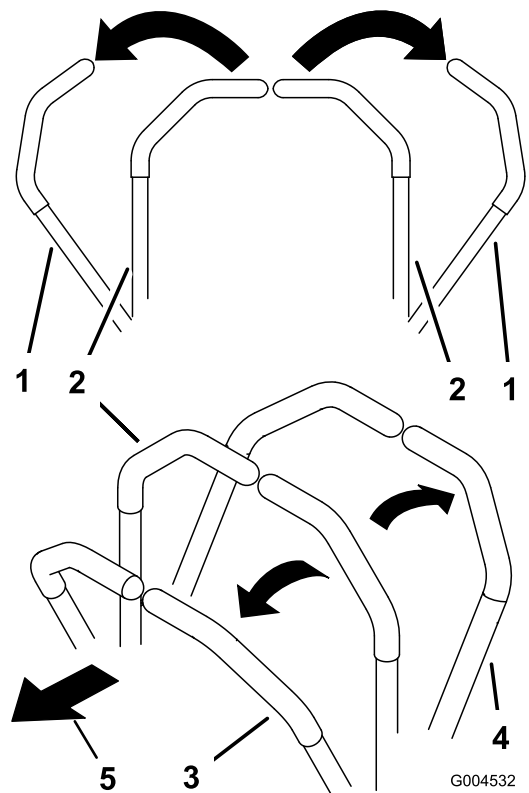
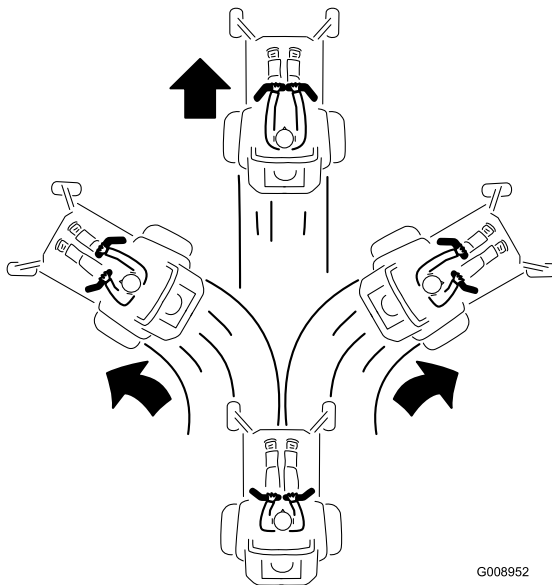

Figura 16
Figura 18
2. Para andar para a frente empurre as alavancas de controlo do movimento para a frente (Figura 16 e Figura 18).
Para andar a direito, aplique pressão igual em ambas as alavancas de controlo do movimento (Figura 16 e Figura 18).
Para rodar, liberte a pressão da alavanca de controlo de movimento virada para a direcção para a qual quer virar (Figura 16 e Figura 18).